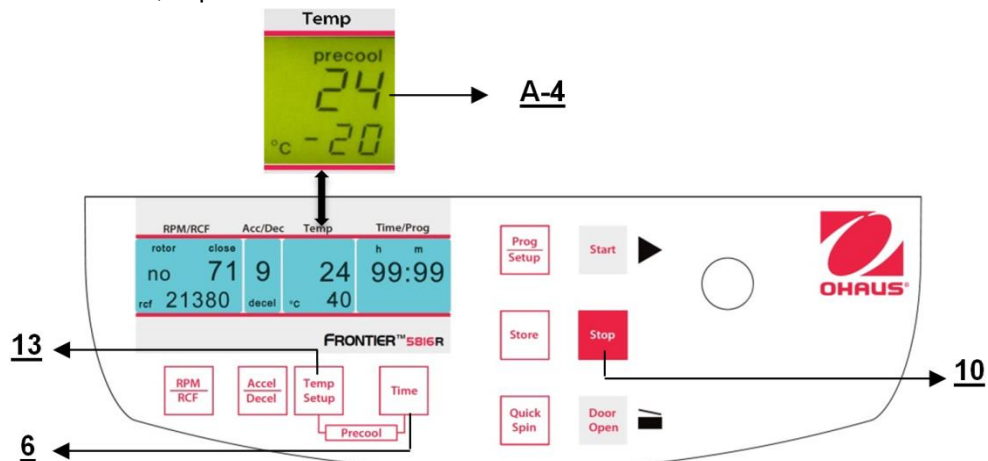

Figure. 20
Si les échantillons sont sensibles à la température, il est utile de pré-refroidir la centrifugeuse, le rotor et finalement les godets à la température requise de fonctionnement. Pour ce faire, insérer le rotor retenu et prédéfinir la température correspondante. En appuyant simultanément sur les touches **"Temp/Setup"** (13) (voir la figure 20) et **"Time"** (6), l'utilisateur démarrera une centrifugation. Pendant le fonctionnement, l'unité choisit automatiquement une vitesse de rotation équivalente à 20 % de celle autorisée du rotor inséré. Après avoir atteint la température prédéfinie, il est possible de quitter le pré-refroidissement avec la touche **"Stop"** (10).